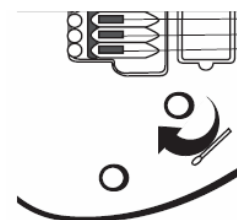

Рис. 7
2) Поднимите уровень громкости на вашей гитаре (рис. 7).